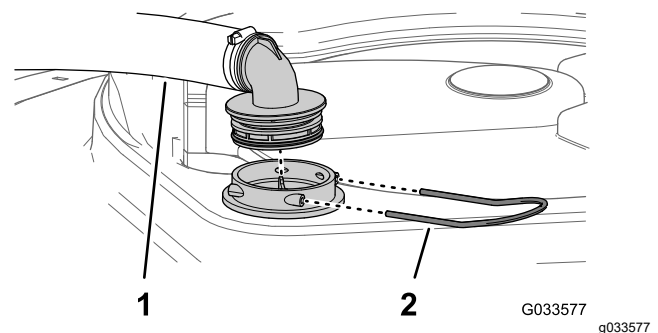

Bild 29
2. Nehmen Sie oben am Sprühbehälter den Halter ab, mit dem das Schlauchanschlussstück befestigt ist, das am dicken Schlauch und dem Filtergehäuse angeschlossen ist (Bild 29).
3. Nehmen Sie den Schlauch und das Schlauchanschlussstück vom Filtergehäuse ab (Bild 29).